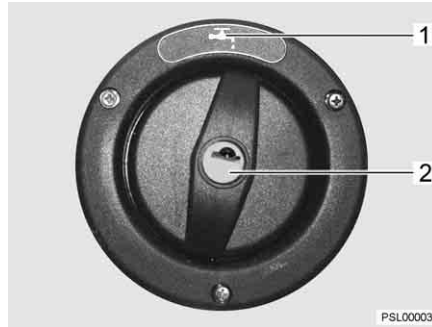
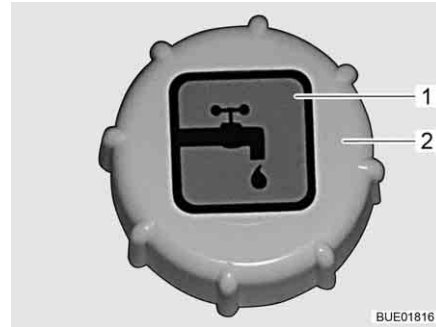

Bild 71 Lock för påfyllningsöppningen för dricksvatten (Viseo)
Bild 72 Lock för påfyllningsöppningen för dricksvatten (Elegance)
- Påfyllningsöppningen för dricksvatten är märkt med symbolen  (Bild 71,1 eller Bild 72,1). Hur man öppnar och stänger locket för påfyllning (Bild 71,2 resp Bild 72,2) beskrivs i avsnitt 10.2.